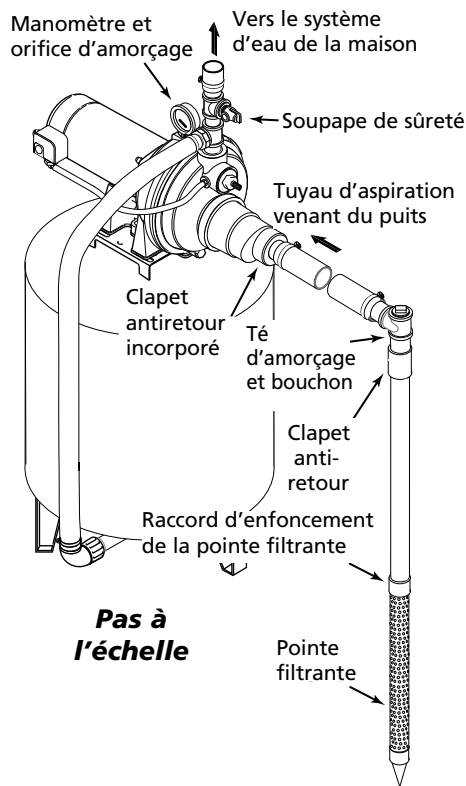

Figure 4 – Installation avec une pointe filtrante
## Installation sur un nouveau puits peu profond, Installation de la pointe filtrante (Figure 4)
4. Utiliser le moins possible de raccords (en particulier des coudes) lorsque l'on branche la tuyauterie de la pointe filtrante sur l'orifice d'aspiration de la pompe. Le diamètre du tuyau d'aspiration doit être au moins aussi grand que le diamètre de l'orifice d'aspiration de la pompe (y compris le clapet anti-retour - voir la Figure 4). Supporter le tuyau de façon qu'il ne soit pas cintré afin qu'il n'exerce pas de contraintes sur le corps de la pompe; de plus, il doit être légèrement incliné vers le haut, du puits jusqu'à la pompe (les points hauts risquent de causer des poches et des bouchons d'air dans la pompe). Rendre étanches les joints du tuyau d'aspiration avec du ruban d'étanchéité en PTFE pour filetage en PVC. Les raccords doivent être étanches à l'air et à l'eau. Si le tuyau d'aspiration aspire de l'air, la pompe ne pompera pas l'eau du puits. Si une pointe filtrante ne fournit pas suffisamment d'eau, considérer brancher deux ou trois pointes filtrantes sur un même tuyau d'aspiration.